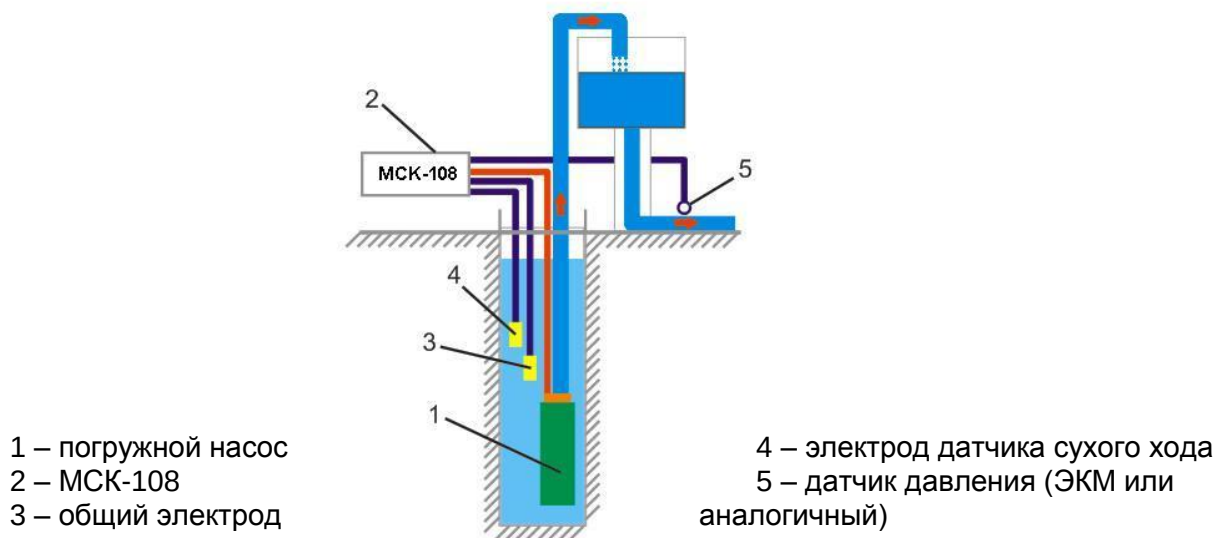

Рисунок 2.3 – Применение МСК-108 в режиме наполнения с датчиком давления
- наполнения с датчиками давления (рис. 2.3);